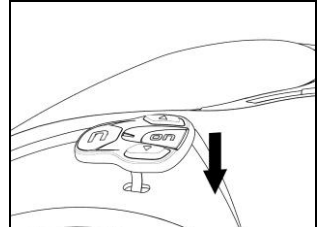

Fig. 26
- Pasar el cable del teclado por el agujero presente en la calota exterior (Fig. 26).